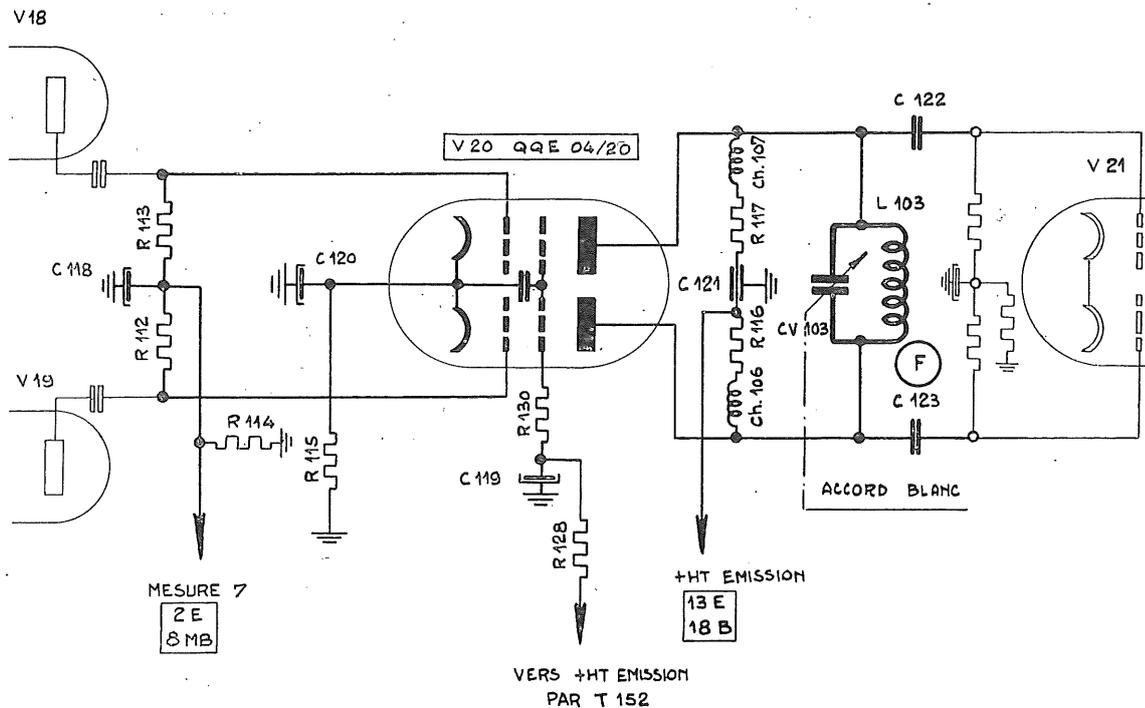

Fig. 17 - Driver
c) Amplificateur VHF intermédiaire (Driver) (fig. 17).